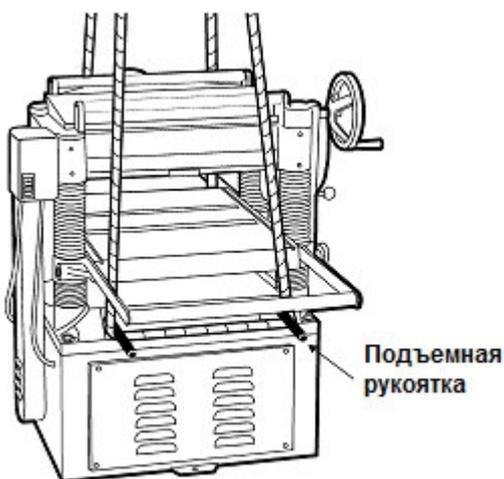

Рис. 3
1. На станке имеются четыре подъемные рукоятки (см. Рис. 3). Рукоятки можно извлечь для
2. Если для подъема станка используются стропы или вилочный погрузчик, поднимать необходимо только за подъемные рукоятки (см. Рис. 3). Следите, чтобы во время подъема станок сохранял равновесие.